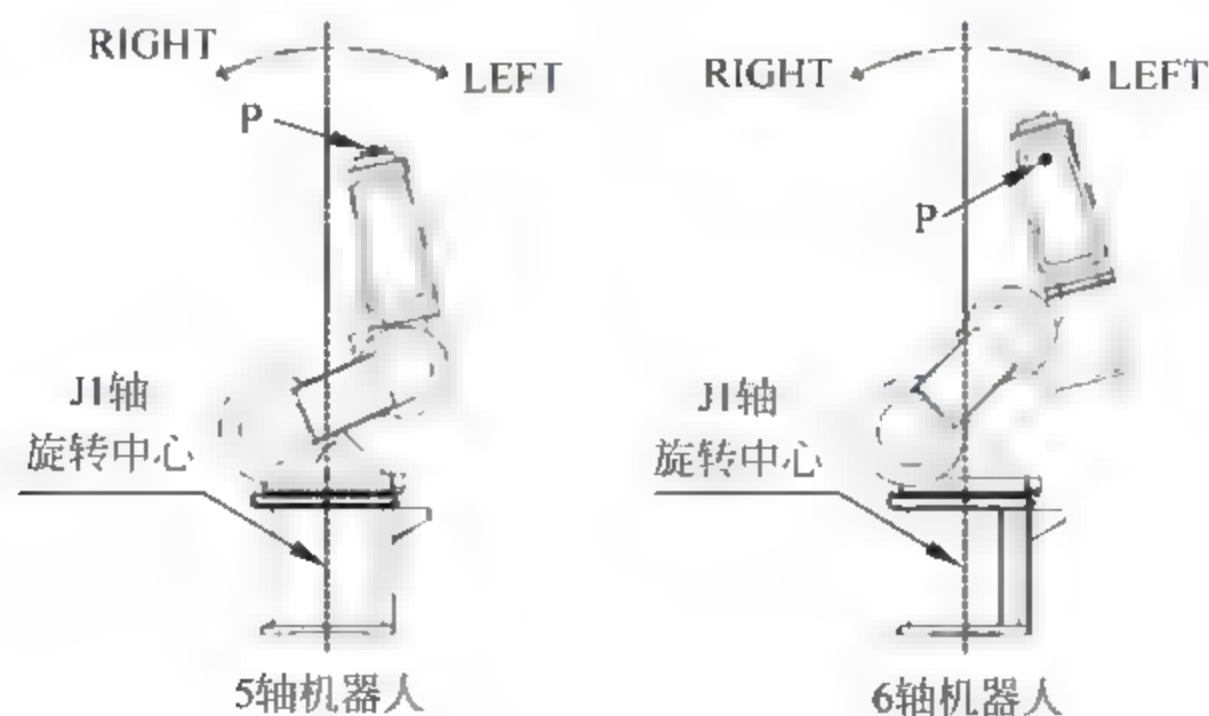

图 11 7 左右判定
(1) 5 轴机器人: 以 J1 轴旋转中心线为基准,判别第 5 轴法兰中心点 P 位于“该中心线”的左面还是右面。如果在右边,则 FL1 bit2=1; 如果在左边,则 FL1 bit2=0; 如图 11 7 所示。
FL2 标志为各关节轴旋转度数，用一组十六进制数表示，如图 11 13 所示。